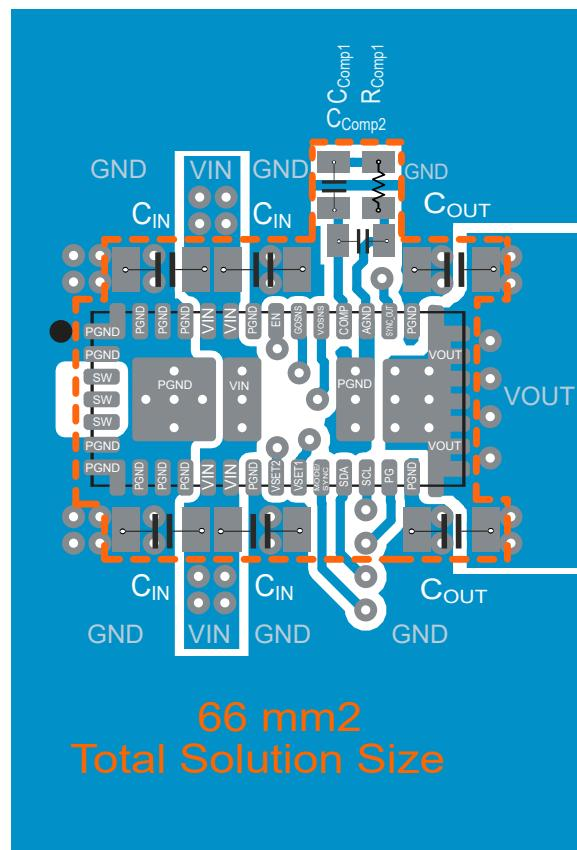

图 9-47. 布局示例
- 有关元件放置、布线和热设计的示例，请参阅 图 9-47。